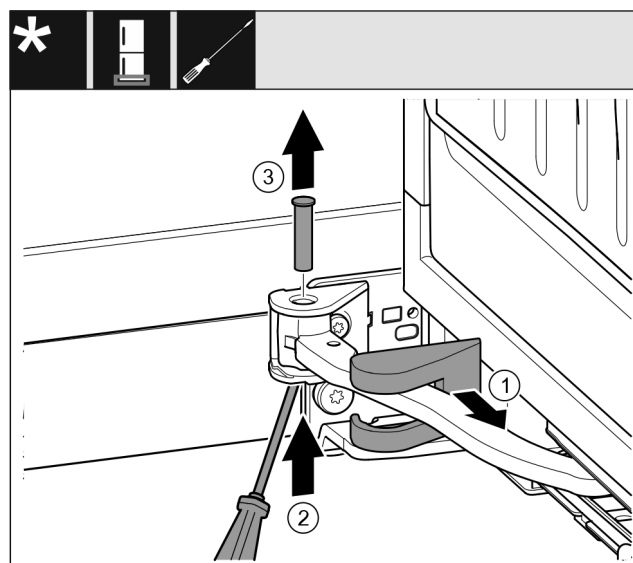

Fig. 15
- Stáhněte kryt stojanu ložiska Fig. 15 (1) a posuňte podél kloubu.
- Čep Fig. 15 (2) zespolu nadzvedněte šroubovákem.
- Čep Fig. 15 (3) vytáhněte shora.